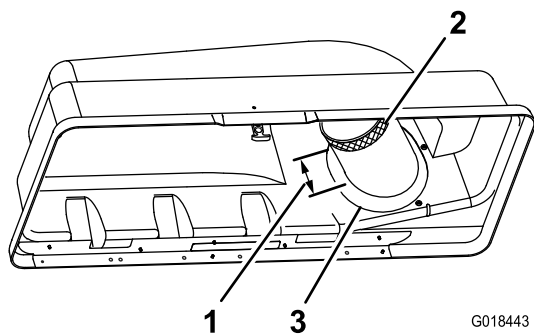

Bild 32
- i. Markieren Sie das obere Auswurfrohr 7,6 cm (3") von der Rohrdichtung zum Ende des Rohrs (**Bild 32**).
- i. Kleben Sie Abdeckband um den Umfang des oberen Auswurfrohrs, die mit der in Schritt i gemachten Markierung am Rohr ausgefluchtet ist (**Bild 32**).